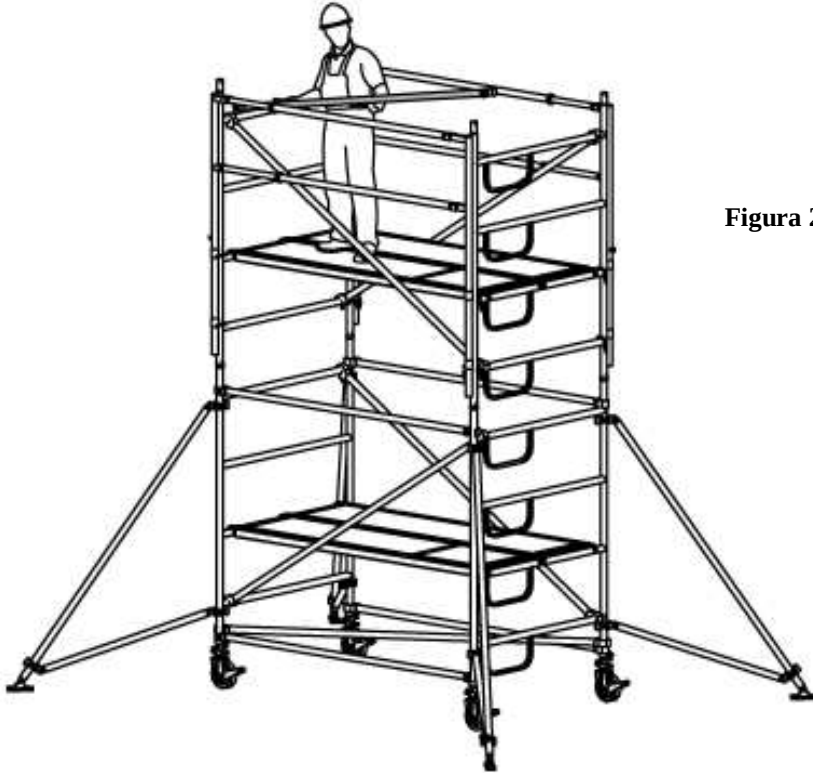

Figura 27
- 15) Subir a la ultima plataforma puesta y enganchar los largueros de protección como indicado en la figura 27.